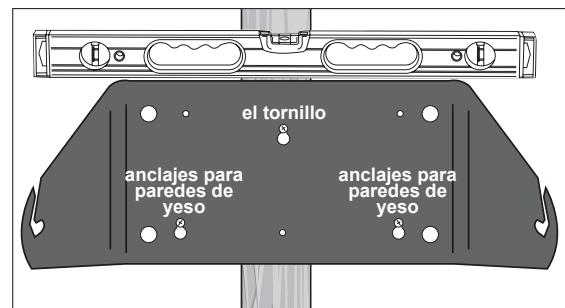

Figura 4 Montaje Mural
3. Usando un nivel en la parte superior del soporte, marque la ubicación de los tres orificios tipo ojo indicadas (Vea la Figura 4). IMPORTANTE: el orificio tipo ojo central superior debe atornillarse en el puntal de la pared.